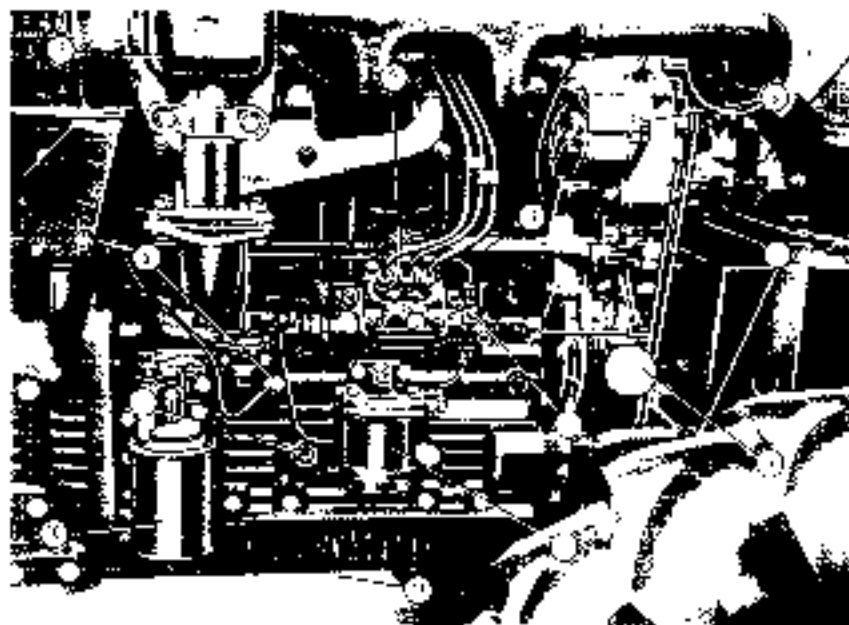

Fig. 15
Tale livello deve essere compreso tra il massimo e il minimo del listello (4 Fig. 15).
Dopo le prime 50 e 100 ore, ed ogni 125 ore: Cambio dell'olio (7 e 13 Fig. 15).
Dopo le prime 50 e 100 ore, indi ogni 250 ore: Sostituzione del Filtro (10 fig. 15)
Ogni 20 ore: Controllo della tensione delle cinghie ventilatore-alternatore (7 Fig. 15).
**FILTRO GASOLIO (1 Fig. 15)**
Ogni 300 ore Sostituire il filtro svitando l'apposita vite di fissaggio centrale (2 Fig. 15).
3. chiudere la vite di spurgo del filtro e ripetere le stesse operazioni sulla pompa di iniezione (3 Fig. 15) agendo sulla relativa vite di spurgo (9 Fig. 15).
#### Pompa di iniezione (3 Fig. 15)